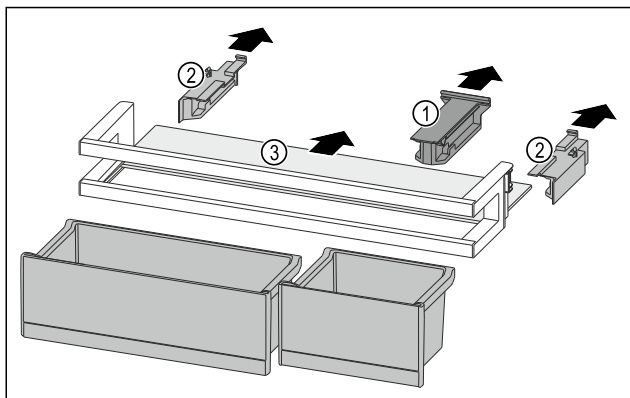

Fig. 260
- Τραβήξτε έξω το εξάρτημα συγκράτησης Fig. 260 (1).
- Τραβήξτε έξω τα πλευρικά τμήματα Fig. 260 (2).
- Αφαιρέστε το ράφι Fig. 260 (3).